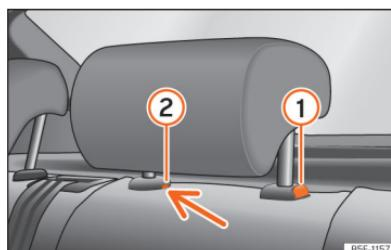

Fig. 78 Encostos de cabeça traseiros desmontagem.
- Pressione o botão »» Fig. 78 (1), pressionando ao mesmo tempo através do orifício da trava de segurança (2) com uma chave de fendas plana com um máximo de 5 mm de largura e retire o encosto de cabeça.